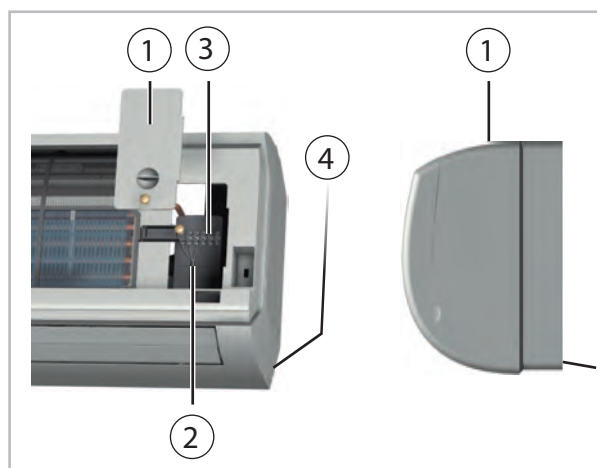

Abb. 40: Anschluss des Innengerätes
2. ➤ Lösen Sie die Abdeckungen auf der rechten Seite (Abb. 40).
3. ➤ Klemmen Sie die bauseits verlegte Steuerleitung an den Klemmen an (Abb. 40).